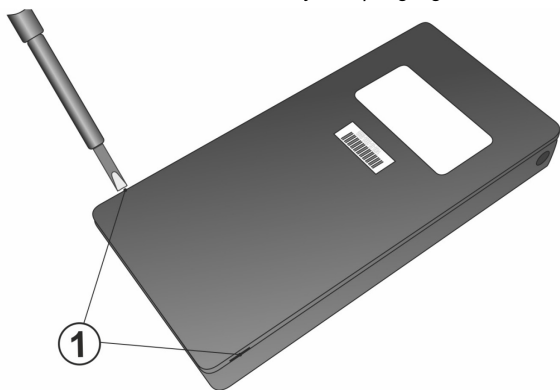

Fig. 4: Metod för öppning av panikknappen: 1. Två markeringar för öppnande av enheten med användning av en skruvmejsel med platt huvud.
Vid utnyttjande av den här funktionen är det nödvändigt att ersätta den standardutrustade ljusguiden som visas på Fig. 4 med en ljusguide utrustad med en klämma (6), som ingår i förpackningen. Detektion för avlägsnande av sedlar kan utnyttjas för att skydda kontanter, kontrakt eller andra värdefulla dokument i ett kassaskåp eller kassa-/säkerhetslådor.
2. Fäst monteringsplattan på den önskade platsen med hjälp av de fyra skruvarna. (2).
3. Ta bort enhetens bakstycke, det kan göras genom att bända ut den med användning av en skruvmejsel med platt huvud som visas i Fig.4.
Centralenheten detekterar och rapporterar automatiskt ett svagt batteri. Det är nödvändigt att ställa systemet i serviceläge innan batteribytet äger rum (knappen är utrustad med en sabotagegivare). Enheten kan öppnas som visas på Fig. 4. Innan du sätter in nya batterier i enheten, vänta åtminstone tjugo sekunder eller tryck upprepade gånger på aktiveringsknappen (för att ladda ur återstående energi inuti enheten). För att säkerställa att enheten fungerar korrekt rekommenderar vi användning av batterier som tillhandahålls av Jablotrons distributionsnät eller andra högkvalitativa märkeslitium-batterier.